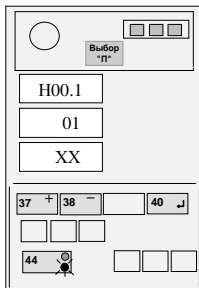

Рисунок 10
Кнопкой 44 установить на верхнем ИЖЦ код "Н00.1" (см. рисунок 10). При этом на средний ИЖЦ выдается код типа крана в соответствии с таблицей 2.
4.5.4 Нажимая кнопку ВЫБОР "П" (36), установить (см. рисунок 10) на верхнем ИЖЦ код "Н02" (индикация вылета стрелы).